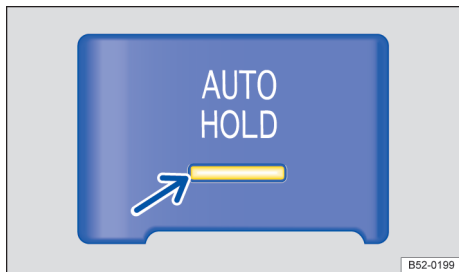

Fig. 150 No console central: botão do Auto Hold.
- Pressionar o botão → . A luz de controle no botão → Fig. 150 (seta) acende em *amarelo*. Auto Hold está pronto para funcionamento, porém o veículo não é necessariamente mantido parado → .
- Pressionar o botão → . A luz de controle no botão → Fig. 150 (seta) se apaga.